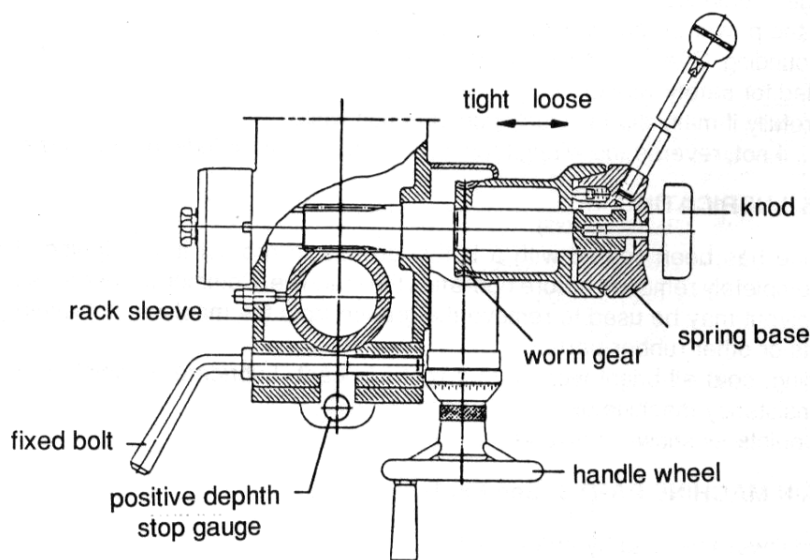

Fig.2.
4. Voorbereiding tot het boren (zie fig.2) (met uitzondering van de automatische voeding van de hoofdas)
5. Voorbereiding tot het frezen (zie fig.2) (met uitzondering van de automatische voeding van de hoofdas)